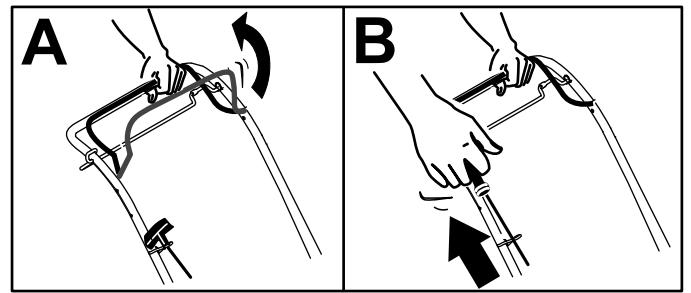

Figura 11
1. Tenete la barra di comando delle lame contro la maniglia (A della Figura 11).
2. Tirate la stegola dell'avviatore autoavvolgente (B della Figura 11).